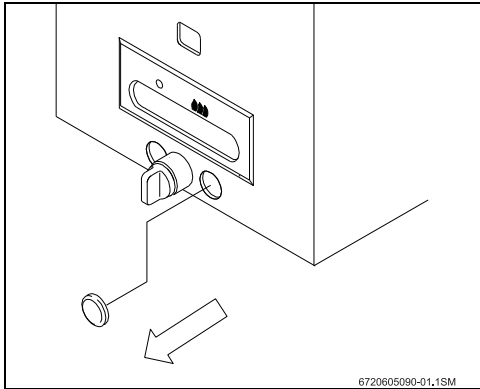

Bild 1
- ▶ Verschlussstopfen an der Mantelschale entfernen (siehe Bild 1).